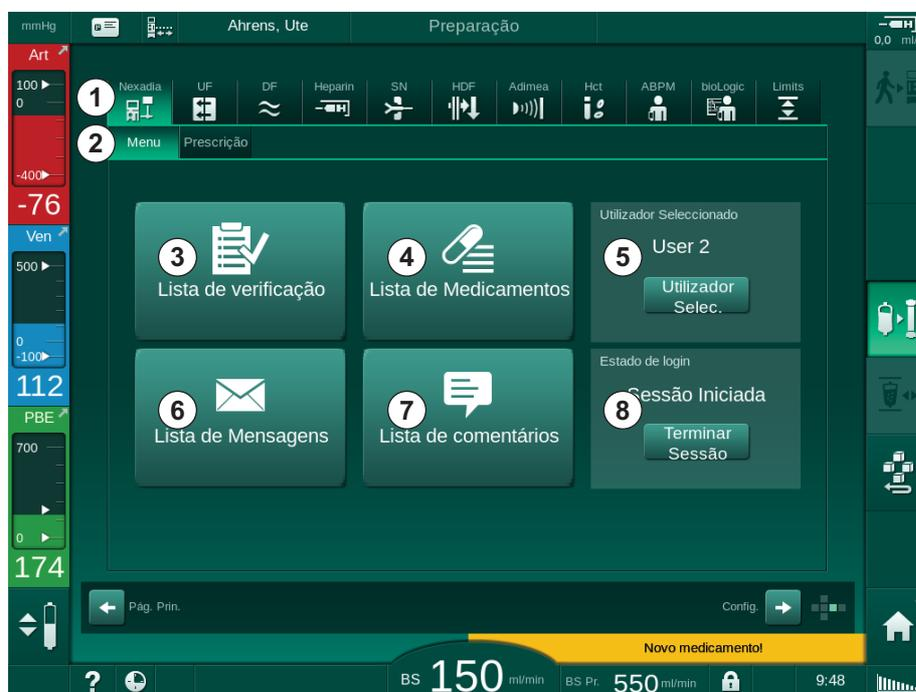

Fig. 11-34 Menu Nexadia no ecrã *Entrada*
Ao utilizar o Nexadia, o equipamento de diálise consegue enviar e/ou receber informações (por ex., mensagens, comentários e listas) entre o equipamento de diálise e o servidor de dados. Existe também uma seleção por parte do utilizador. Essas funções estão presentes no menu Nexadia. Este menu abre-se ao tocar *Nexadia* (Fig. 11-34, ①) e o botão *Menu* ② no ecrã *Entrada*.
1. Toque em *Utilizador Selec.* no menu Nexadia (Fig. 11-34 Menu Nexadia no ecrã Entrada (307), ⑤).
1. Toque no ícone *Lista de comentários* no menu Nexadia (Fig. 11-34 Menu Nexadia no ecrã Entrada (307), ⑦).
1. Toque no ícone *Lista de verificação* no menu Nexadia (Fig. 11-34 Menu Nexadia no ecrã Entrada (307), ③).
1. Toque no ícone *Lista de Medicamentos* no menu Nexadia (Fig. 11-34 Menu Nexadia no ecrã Entrada (307), ④).
1. Toque no ícone *Lista de Mensagens* no menu Nexadia (Fig. 11-34 Menu Nexadia no ecrã Entrada (307), ⑥ ).